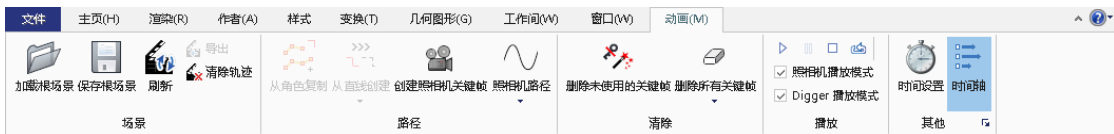

图 8-15 “动画”选项卡
(10) “动画”选项卡 该选项卡集合着创建动画的一些工具, 如图 8-15 所示。其中“场景”栏用于为动画设置场景; “路径”栏中的按钮可用于为照相机设置运动路径 (“从角色复制”按钮, 可以用于从某个具有运动效果的角色, 复制运动效果到另外一个角色); “清除”栏中的按钮用于清除模型中的某些关键帧; “播放”和“其他”栏较简单, 此处不再赘述。